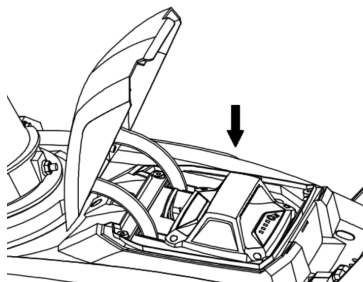

Fig.2
1. Ouvrez le couvercle du compartiment de la batterie et faites glisser la batterie verticale vers le bas comme le montre la figure 2.